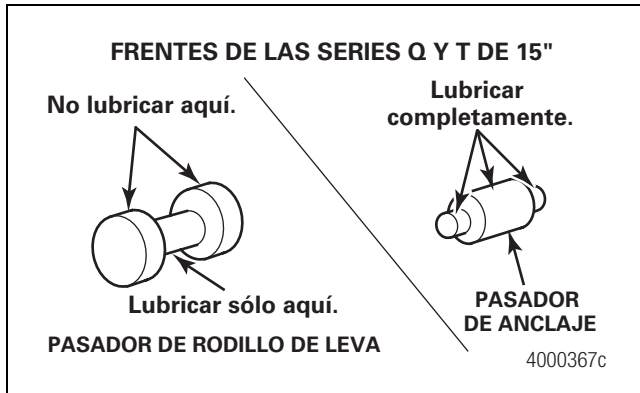

Figura 5.24
1. Use grasa aprobada por Meritor para lubricar el pasador de rodillo y el de pasador de anclaje de la zapata. Consultar la Sección 7. Figura 5.24.
1. Lubrique el pasador de rodillo y el pasador de anclaje con grasa aprobada por Meritor. Consultar la Sección 7. Figura 5.24.